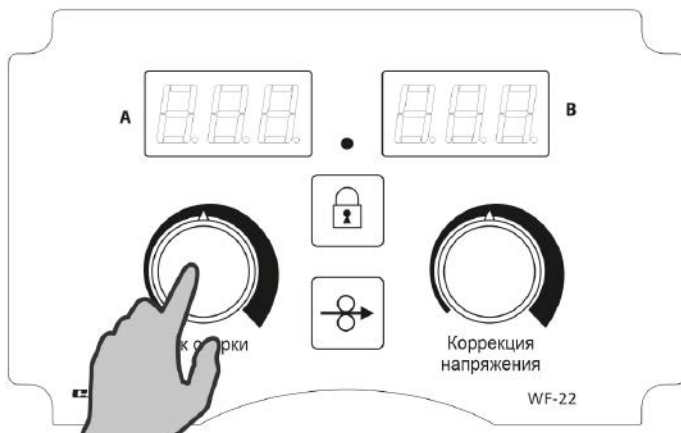

Рис. 8.8.1. Установка силы тока.
1. Установите значение силы сварочного тока (см. рис. 8.8.1). Значение выбирается в зависимости от толщины свариваемого металла и диаметра проволоки. Чем больше сила тока, тем больше скорость подачи сварочной проволоки (см. табл. 7.3.2, поз. 4).